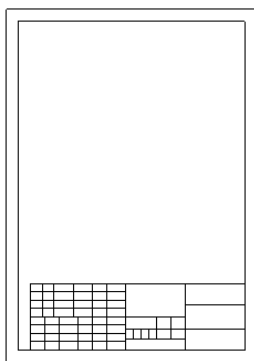
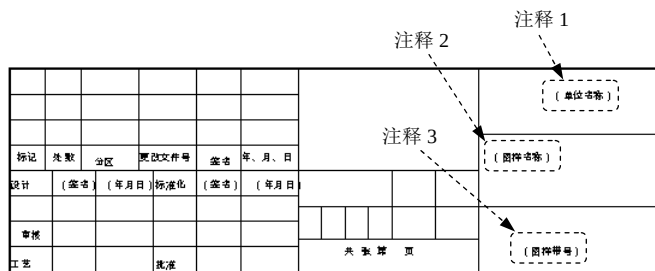
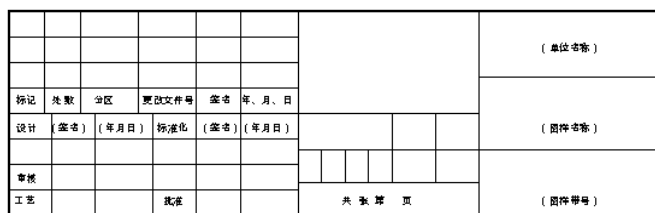

图 6.1.12 隐藏尺寸标注
图 6.1.13 添加注释
图 6.1.14 对齐注释文字
Step4. 隐藏尺寸标注。在设计树中选中 注解，右击，在弹出的快捷菜单中选择  显示参考尺寸 (Q)，如图 6.1.12 所示。
Step5. 添加注释文字。选择下拉菜单 **插入(I)** → **注释(A)** → **A 注释(N)...** 命令，系统弹出“注释”对话框；单击 **引线(L)** 区域中的无引线按钮 ；在图 6.1.12 中的标题栏内分别创建图 6.1.13 所示的注释文本。
Step6. 调整注释文字。选择图 6.1.13 所示的注释 1、注释 2 和注释 3，右击，在弹出的快捷菜单中选择 **对齐**   **竖直对齐 (V)** 命令，将注释 1、注释 2 和注释 3 竖直对齐。以同样的方式对齐其他注释，完成对齐后如图 6.1.14 所示。